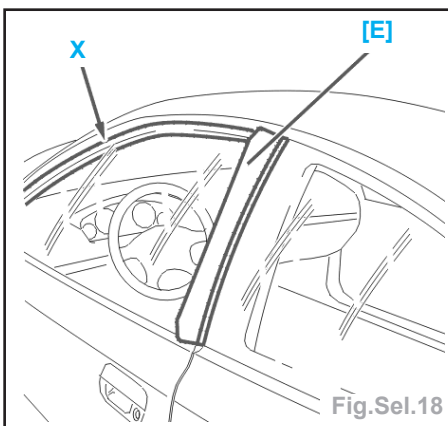

Fig.Sel.18
a) La vitre ne remonte pas en contact avec le joint de porte (Fig.Sel.18).
- Mettre en place l'outil [E] (Fig.Sel.18).